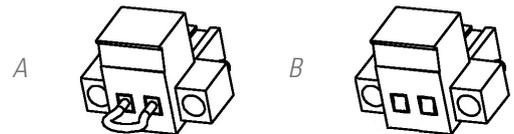

Fig. 10. Connecteur pour l'EPO externe.
- Au retrait du connecteur femelle de la prise où il est inséré. Ce connecteur a un câble connecté en mode pont qui ferme le circuit (voir Fig. 10-A).
- Ou en appuyant sur le bouton externe à l'équipement et appartenant à l'utilisateur et installé entre les bornes du connecteur (voir Fig. 10-B). La connexion dans le bouton poussoir doit être dans le contact normalement fermé -NC-, de sorte qu'il ouvrira le circuit lorsqu'il est actionné. La fonctionnalité inverse peut être sélectionnée via le logiciel de communication et le panneau de commande.